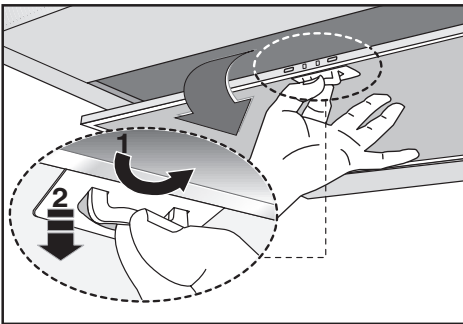

Fig.7
- Минимальная дистанция между опорной нагревающейся плоскостью и нижней частью кухонного дымохода должна быть не менее **65 см**. Если применяется соединительная труба из двух и более частей, то верхняя часть должна располагаться снаружи нижней части. Не соединять выброс из вытяжки с каналом циркуляции горячего воздуха или с каналом, используемым для отвода дыма от устройств, запитываемых иной энергией кроме электрической. Перед тем как приступить к сборке устройства, для облегчения его монтажа отсоедините фильтр/жироулавливающий фильтр (Рис.7).